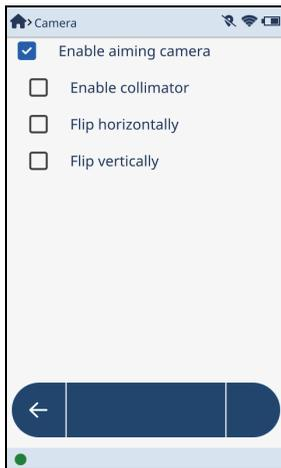

图 4-28 摄像头屏幕
1. 点击**Camera**（摄像头）按钮（），打开**Camera**（摄像头）屏幕（参见第138页的图 4-28）。